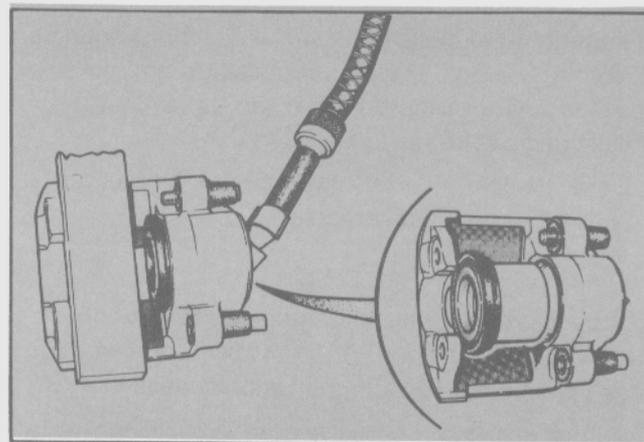

Fig. 39 - Empleando aire a presión, para la extracción del pistón.
- Retirar el pistón de su alojamiento. Para ello bastará aplicar aire a presión en la entrada de líquido de la mordaza intercalando un trozo de trapo limpio o madera entre el pistón y la mordaza para amortiguar el impacto provocado por la elevada presión de aire que se generará en el interior de los cilindros (Fig. 39).